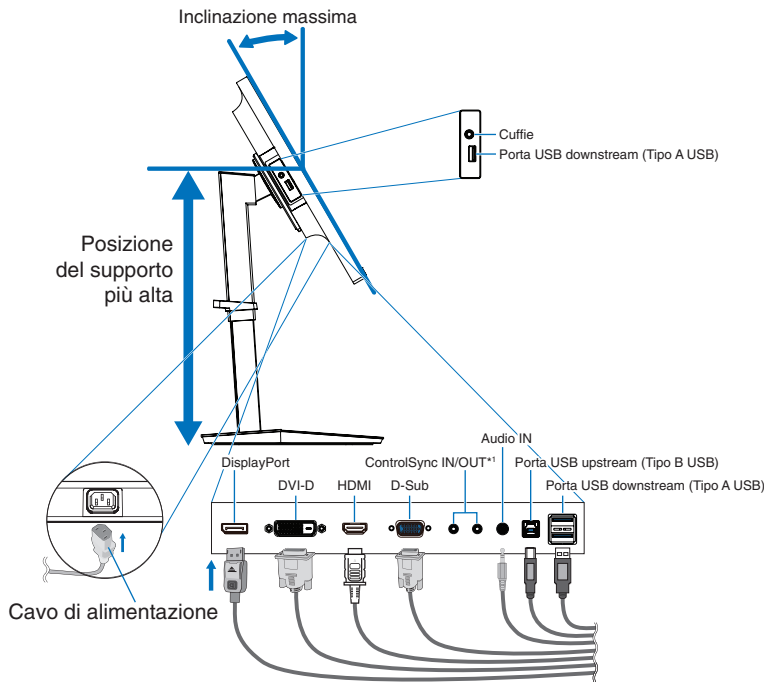
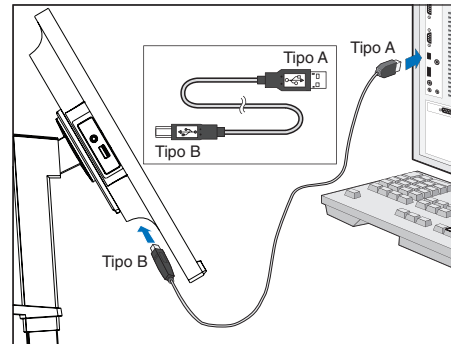

Figura C.1
Figura C.1a
4. Collegare tutti i cavi ai connettori appropriati (**Figura C.1**). Utilizzare il cavo USB per collegare il connettore di tipo B alla porta upstream USB sul lato posteriore del monitor e il connettore di tipo A alla porta downstream sul computer (**Figura C.1a**). Se si utilizza il cavo di un dispositivo USB, inserirlo nella porta downstream del monitor.